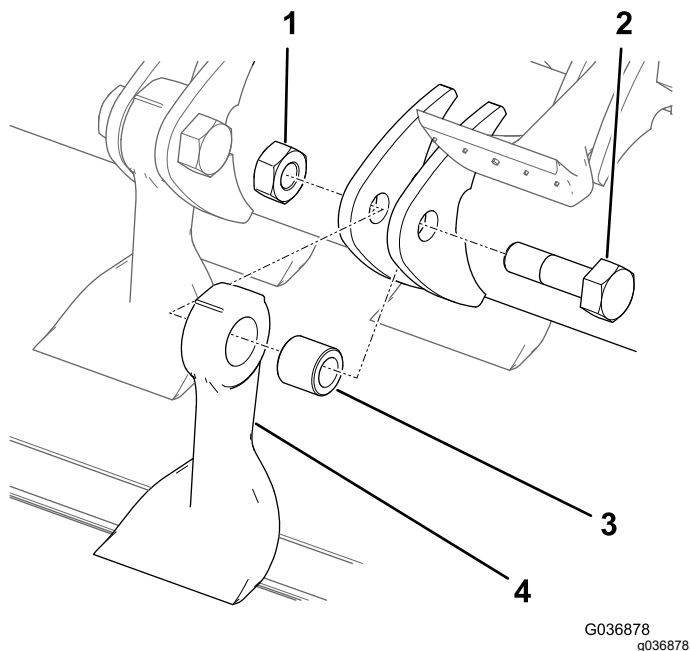

Figura 86
7. Afferrando la lama con un panno o un guanto imbottito, rimuovete il dado, il bullone, la boccola e la lama (Figura 86).
9. Montate una nuova lama e boccola con un nuovo dado e bullone della lama (Figura 86).